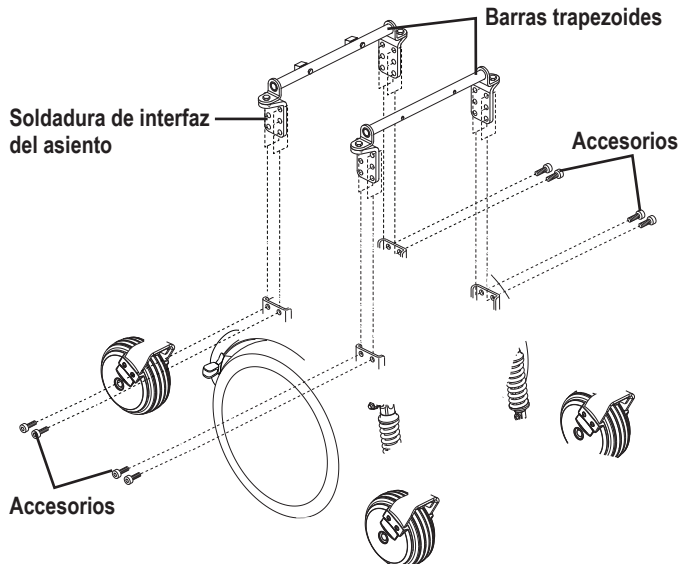

Figura 14. Altura y ángulo del asiento
7. Extraiga los clips de sujeción que sujetan las torres del asiento a la base eléctrica. **Ver figura 14.**